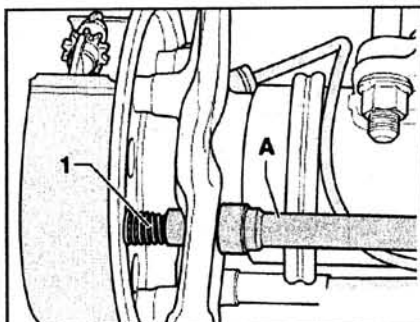

Рис. 7.50. С помощью пробойника А отцепите пальцы тормозной колодки и отцепите возвратную пружину 1 от тормозных колодок.
5. С помощью пробойника **A** отцепите пальцы тормозной колодки и отцепите возвратную пружину **1** от тормозных колодок (рис. 7.50).